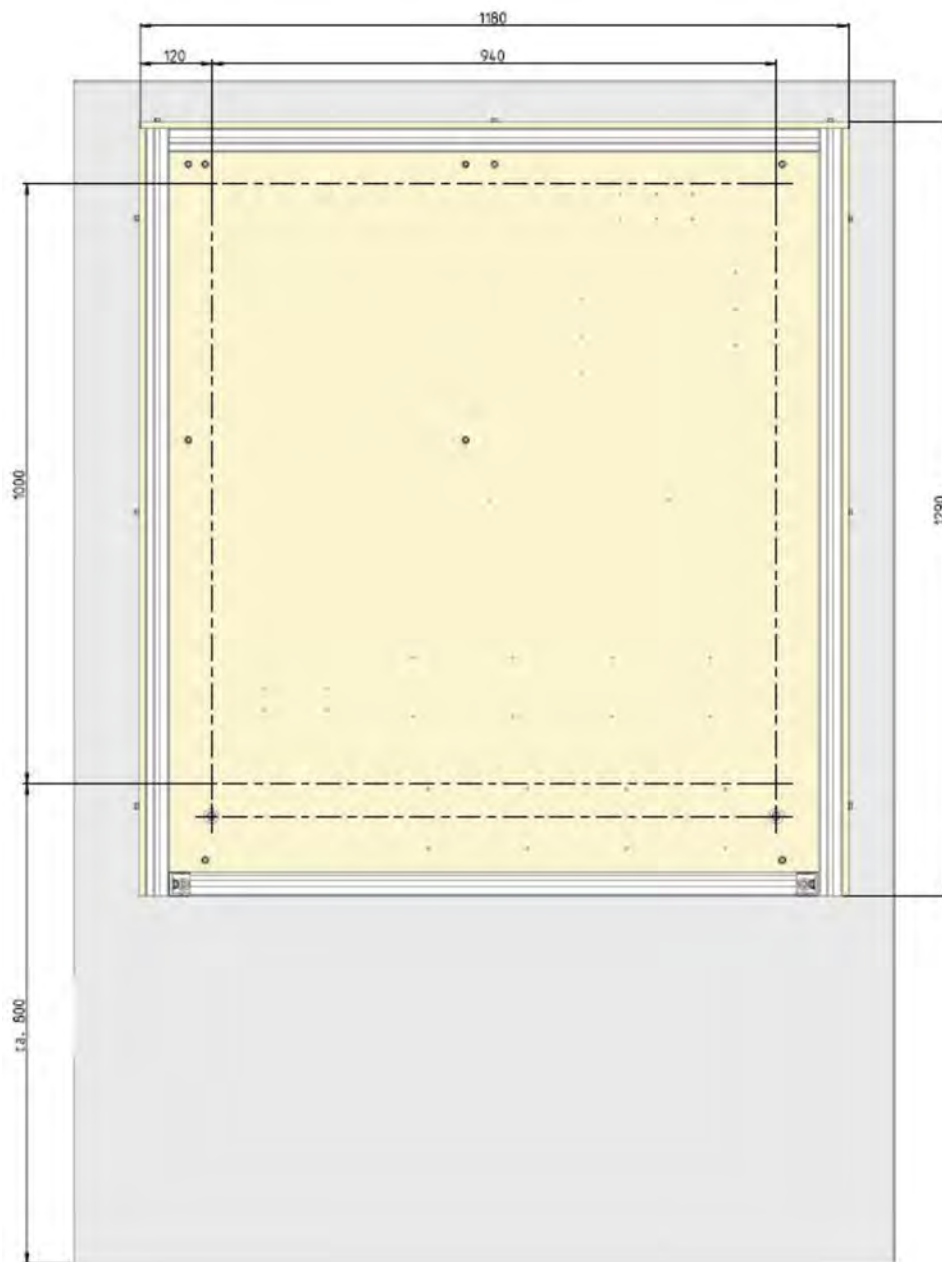

Abb. 13: Montageschema
- 2.** ▶ Bohrlöcher gemäß Schema ↪ *Kapitel 6.3.1 „Montageschema“ auf Seite 52, Abb. 13* an der Wand markieren.